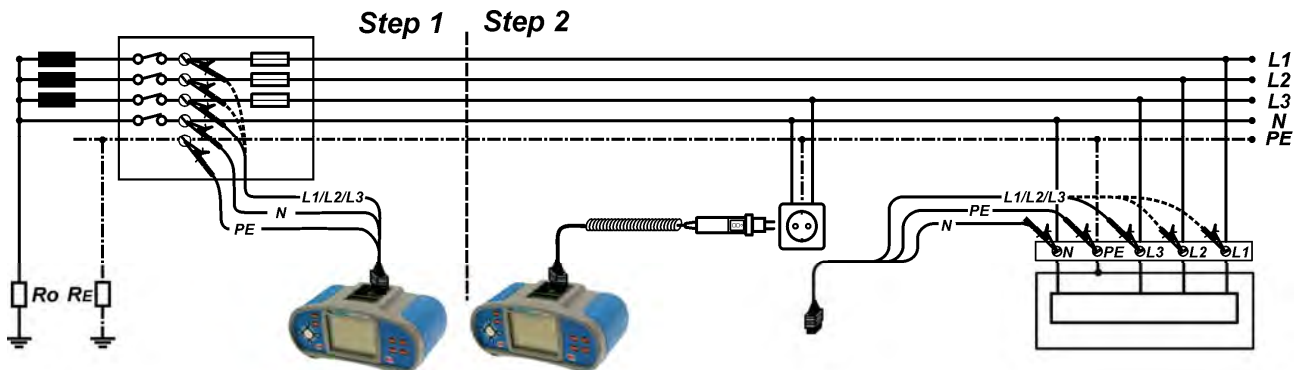

Abb. 5.24: Messung des Phase-Neutral oder Phase-Phase Spannungsfalls – Anschluss des Taster-Steckers und 3-Leiter-Prüfkabels
- ❑ Schließen Sie die Prüflleitungen an die Prüfstellen an (siehe Abb. 5.24).